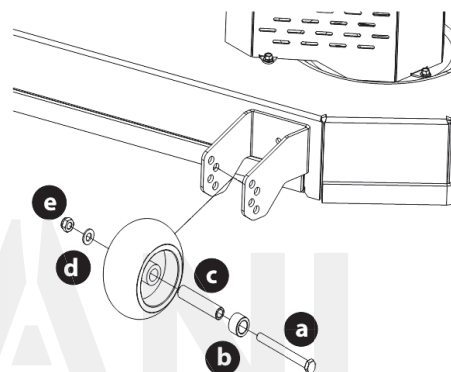

Рис. 9
7. Установите колесо на корпус режущей деки в соответствии с рис. 9. Допустимое расстояние между колесами режущей деки и поверхностью земли должно быть в пределах 6,35–12,7 мм.